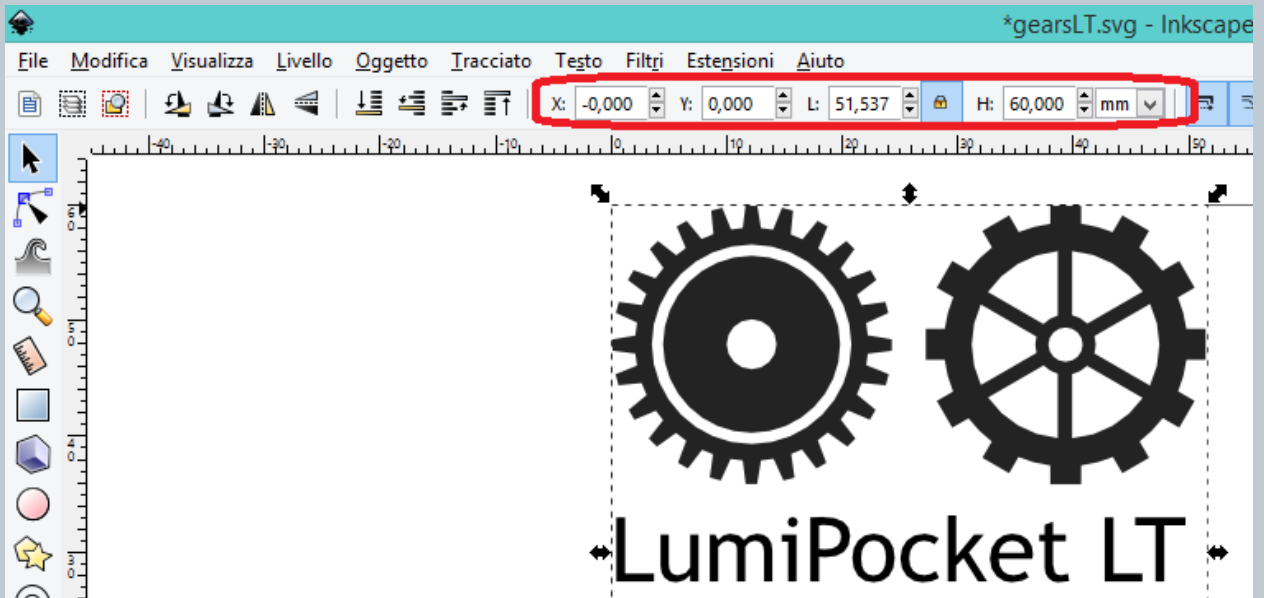

Fig. 48
- Selezionare il "lucchetto" per mantenere le proporzioni dell'immagine invariate e impostare il lato più lungo a 60 mm, come in Fig.48.